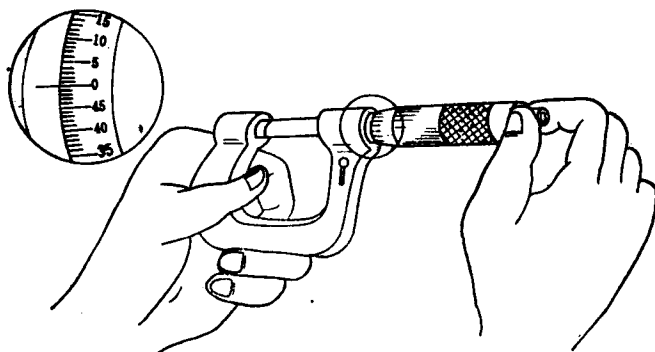

图1-8 千分尺“零位”检查法
①使用千分尺进行测量之前，应首先检查“零位”的准确性。即转动测力装置10，使千分尺的测微螺杆3与砧座2的测量面接触，然后检查千分尺固定套管上的基准线与微分筒的零线是否对准，见图1-8。若对准时，则说明千分尺“零位”准确，可以用它进行测量，否则就不能使用，需经校正或者更换“零位”准确的千分尺。